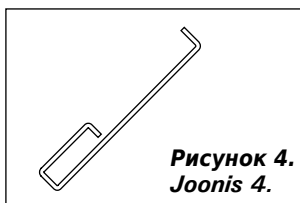

Рисунок 4.
- Внимание! При эксплуатации ручки нагреваются. Для открывания и закрывания дверцы топki и зольника используйте поставляемое приспособление (рисунок 4).**